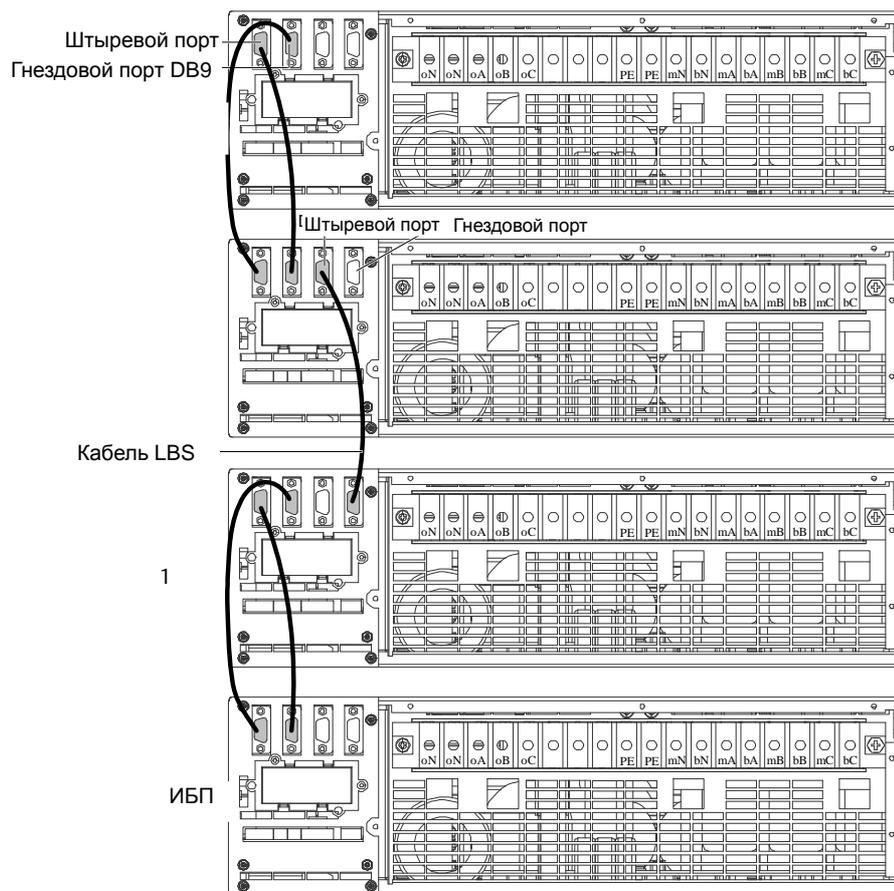

Рис. 4-9 Присоединение кабеля LBS
3. На Рис. 4-9 изображен только один кабель LBS, остальные — параллельные кабели.